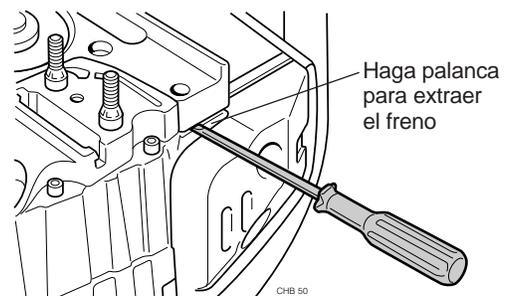

Figura 10.12 Haciendo palanca en el conjunto del freno
Paso 4. Inserte un destornillador fino entre el conjunto del freno y el cárter y haga palanca suavemente sobre el conjunto del freno. (Figura 10.12)